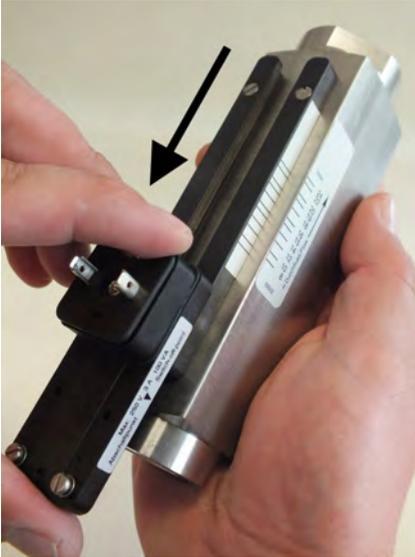

Abb. 67: Schaltkontakt aus Führung schieben
4. ➤ Den Schaltkontakt in Pfeilrichtung (Abb. 67) aus den Führungsleisten schieben